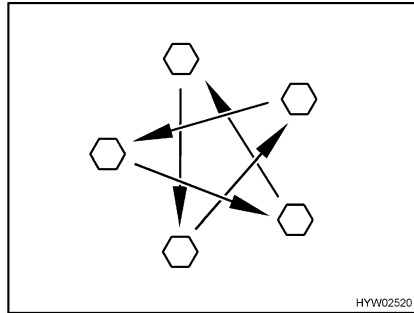

Bild 206 Radmuttern oder Radschrauben über Kreuz anziehen
- Radmuttern oder Radschrauben regelmäßig auf festen Sitz prüfen. Radmuttern oder Radschrauben eines ausgewechselten Rades nach 50 km nachziehen (Bild 206). Anziehdrehmoment siehe Abschnitt 14.5.2.
- Wenn neue oder neu lackierte Felgen verwendet werden, die Radmuttern oder Radschrauben zusätzlich nach ca. 1000 bis 5000 km nachziehen (Bild 206).
- ▷ Radmuttern oder Radschrauben über Kreuz anziehen (Bild 206).